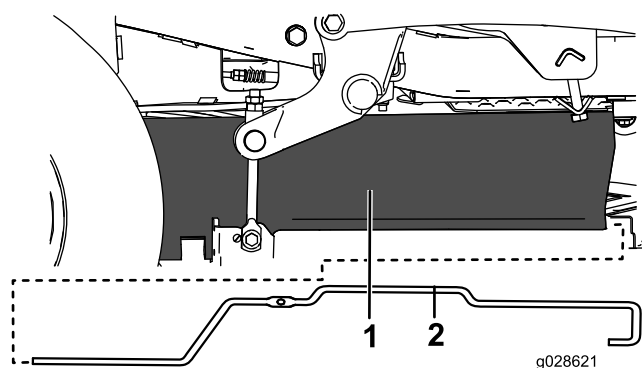

Figura 14
2. Inserite la nuova asta di supporto nella cortina (Figura 14).